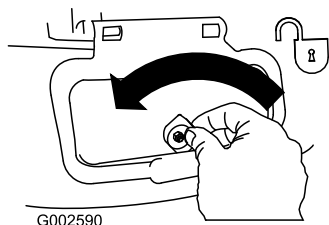

Figura 29
1. Desbloquee la puerta de descarga lateral (Figura 29).